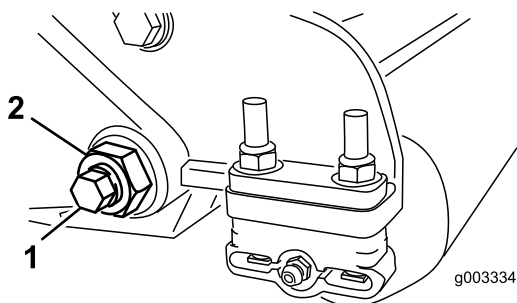

図 24
3. ベッドバーボルト 図 24 を固定しているロックナット 機体両側をゆるめる。
4. 各ベッドバーボルトを外してベッドバーを下方に引くと、カッティングユニットから取り外せるようになります (図 24)。